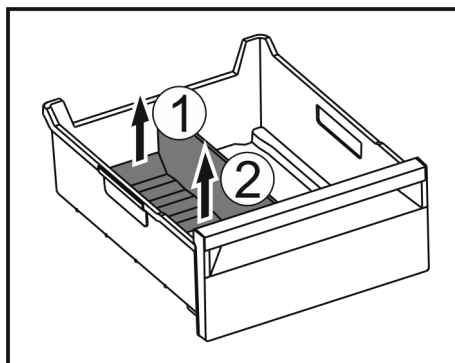

Fig. 70
- Приподнимите заднюю часть разделителя отделения для льда. Fig. 70 (1)
- Извлеките разделитель отделения для льда движением вверх. Fig. 70 (2)